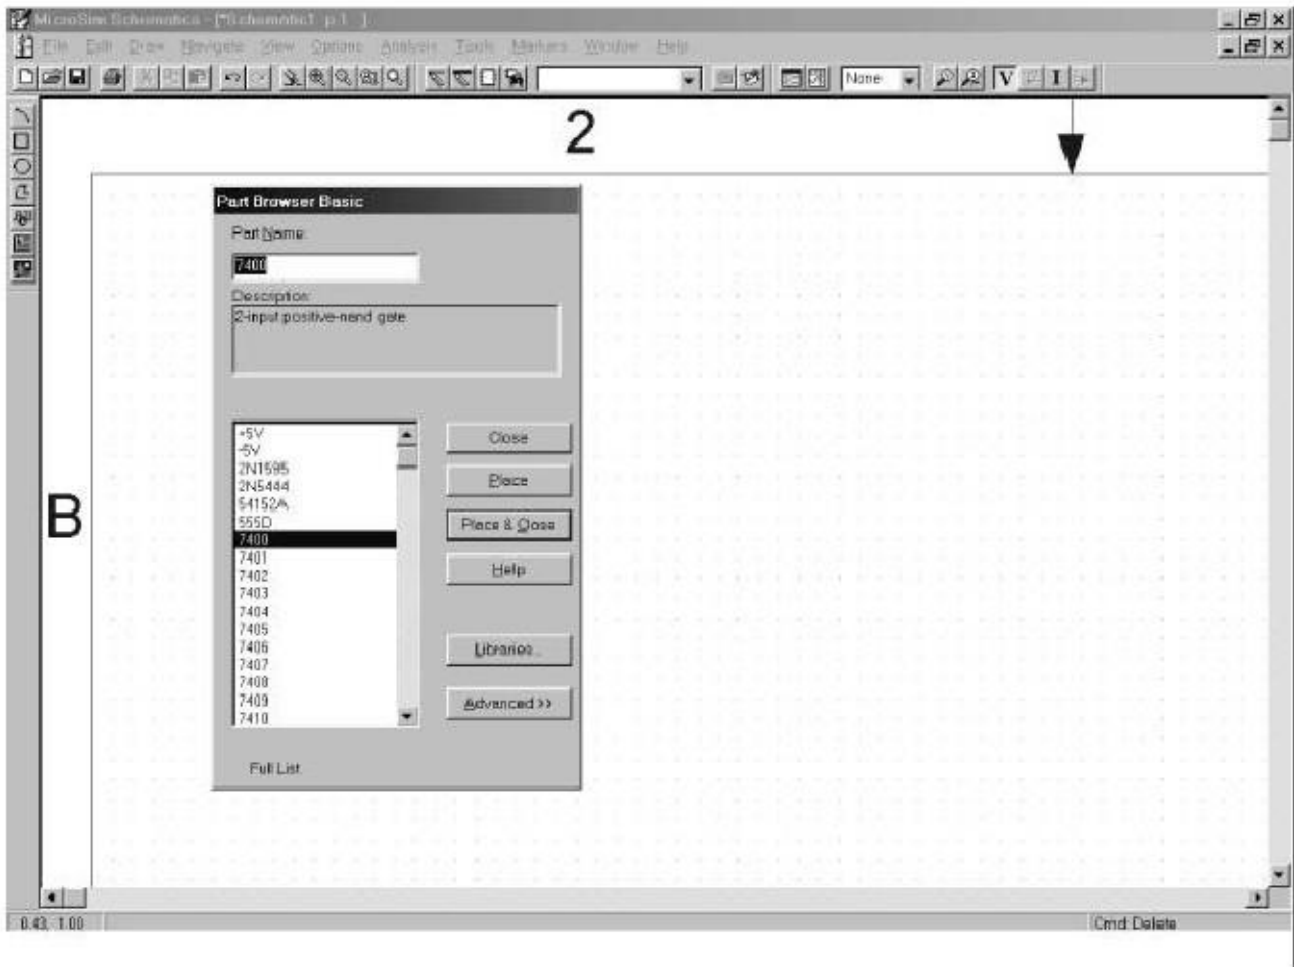

Figura 3
- Hay varias formas de seleccionar un componente en la caja de diálogo Part Browser (Figura 3):
- Hacer click sobre el botón Place para emplazar el componente en el Schematics (la ventana del browser permanecerá abierta), o hacer click sobre el botón Place & Close (para emplazar el componente y cerrar el browser) (Figura 3). Como podemos observar, después de haber emplazado un componente, tenemos otro componente idéntico seleccionado. Este sistema permite hacer varias copias de un mismo componente a la vez. Pulsamos sobre el botón derecho del ratón o a la tecla Esc del teclado para salir de esta situación. Durante este proceso, el punteado del fondo del Schematics, marca los lugares en los que se puede emplazar los componentes.